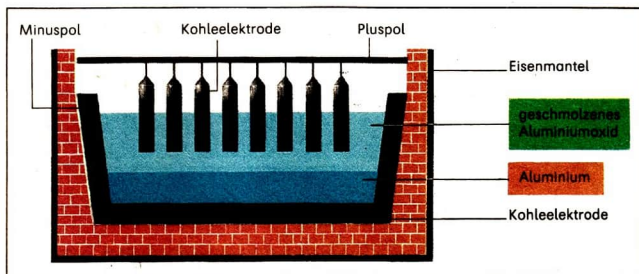

Abb. 57 Schematische Darstellung einer Aluminium-Elektrolysezelle
**Technische Durchführung.** Die Aluminium-Elektrolysezelle ist eine große Wanne, in die von oben Kohleelektroden ragen. Diese Wanne ist mit Kohleblöcken ausgekleidet, die als Minuspol dienen (Abb. 57). Der bei der Elektrolyse am Pluspol entstehende Sauerstoff reagiert mit den Kohleelektroden.